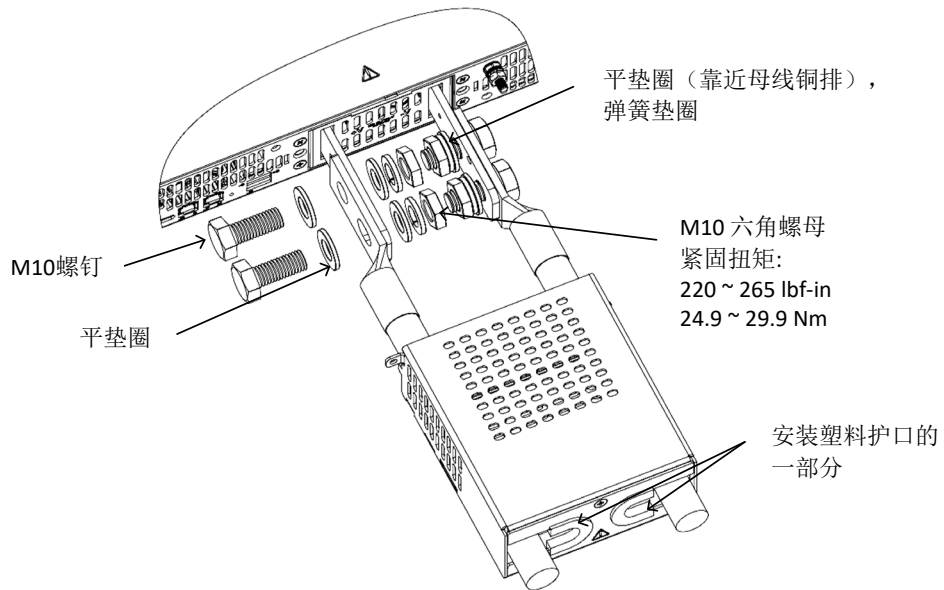
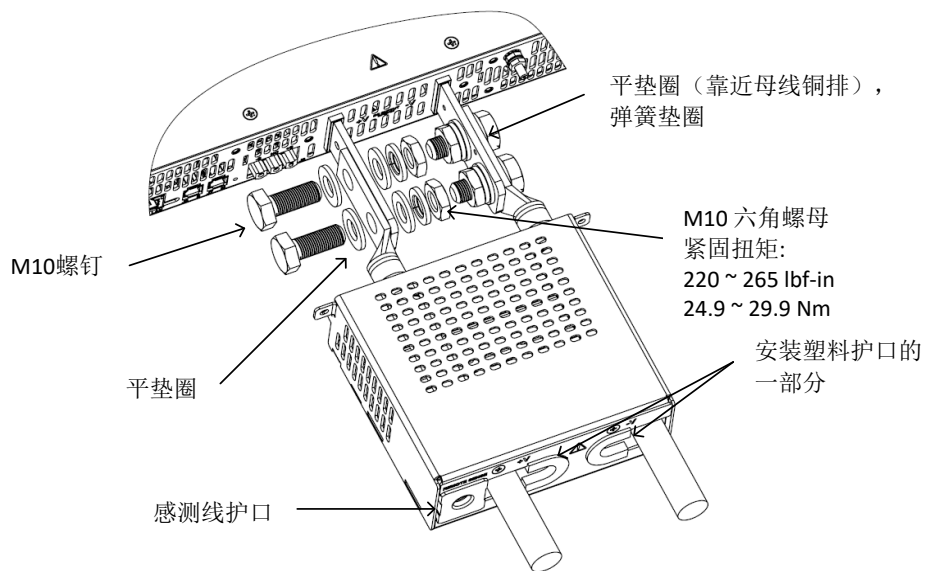

图 4-53: 导线安装
图 4-54: 7.5kW 导线安装
6. 将导线安装到母线上，如图 4-53 所示。合上输出保护盖，其中每侧安装塑料护口的一部分，如图 4-53 所示。对于 7.5kW 组装感测线护口，请参见图 4-54 了解 7.5kW 输出保护盖。